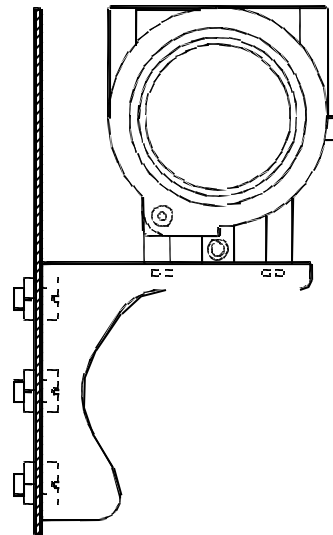

图 2.2 弯支架盘装
**弯支架盘装**的典型安装方式如图 2.2 所示。用所提供的 4 个螺栓将变送器固定于盘装弯支架上，再通过 M10 螺栓(用户自备)将盘装弯支架固定于表盘上。